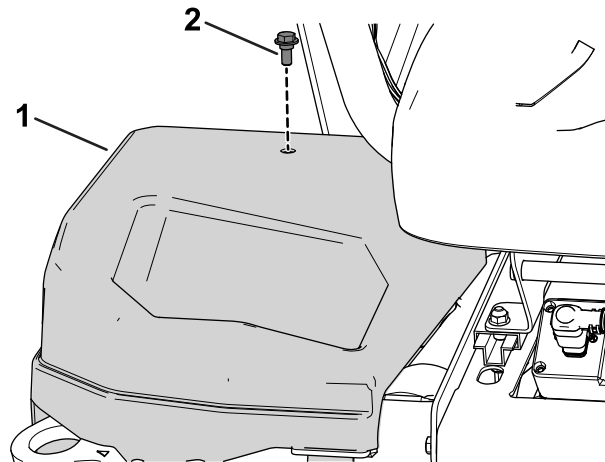

Figur 46
4. Fastgør hættten med 6 sokler til ledningsnetstikket med mærket P50 (Figur 46).